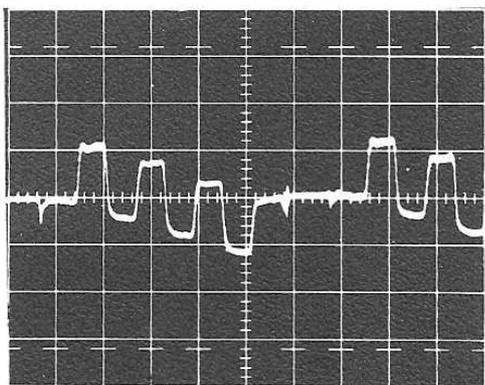

Fig.5
- Prérégler S 609 afin d'obtenir un signal B - Y comme indiqué sur la figure 5.